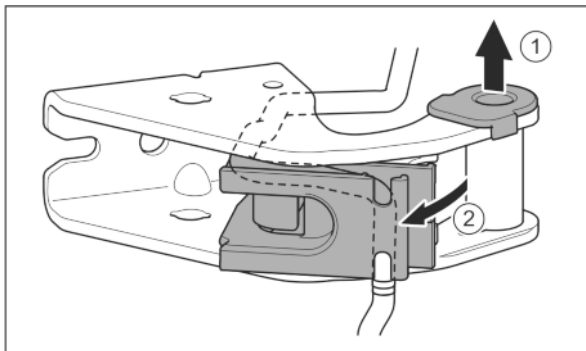

Fig. 23
- ▶ Витягніть із напрямної опорну втулку. Fig. 23 (1)
- ▶ Поверніть вбік тримач кабелю. Fig. 23 (2)